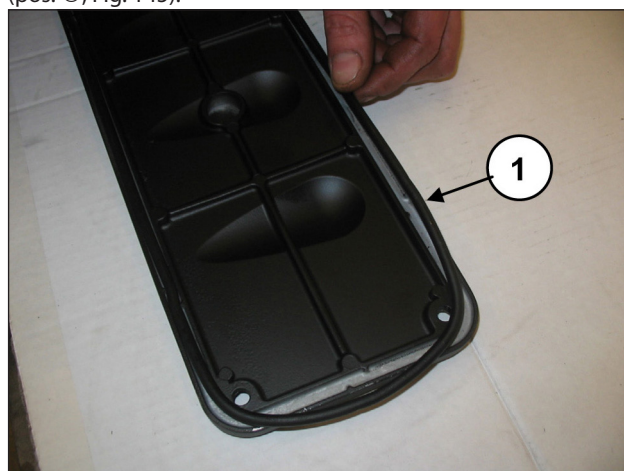
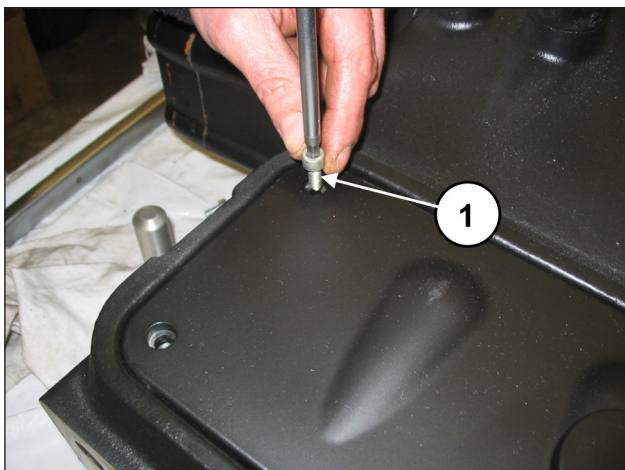

Fig. 144
Fig. 145
Sui coperchi ispezione inserire l'O-ring (pos. ①, Fig. 144) e montare i coperchi mediante l'utilizzo di 4+4 viti M6x14 (pos. ①, Fig. 145).